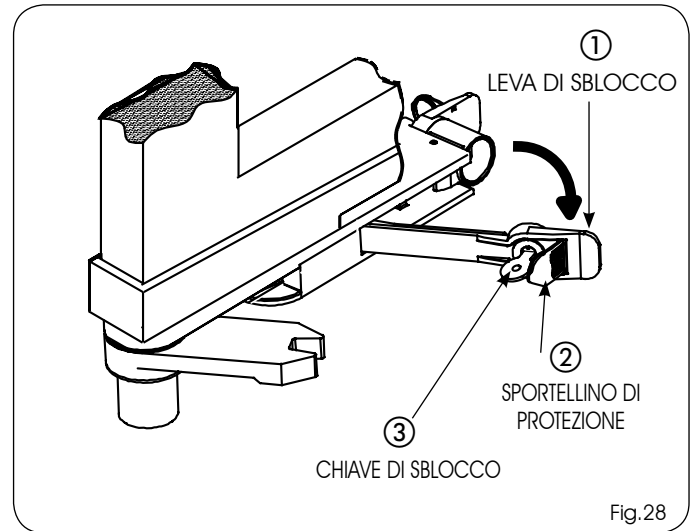

Fig.28
- 1) Aprire lo sportellino di protezione (Fig.28 rif. ②).
- 2) Introdurre la chiave di sblocco nella serratura (Fig.28 rif. ③) e ruotarla in senso orario fino alla battuta.
- 3) Tirare la leva di sblocco verso di sé (Fig.28 rif. ①).
- 2) Introdurre la chiave di sblocco nella serratura (Fig.28 rif.③) e ruotarla in senso contrario, fino alla battuta ed estrarla.